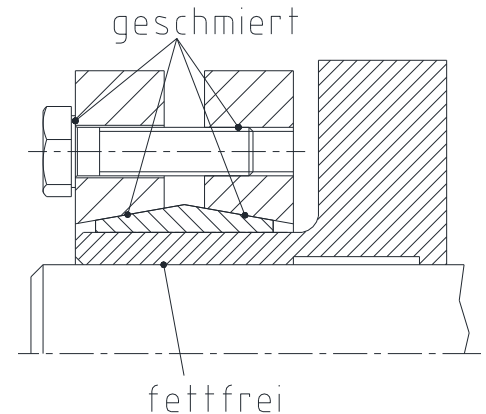

Bild 4: Reinigen/Fetten der Flächen
Verschmutzte oder gebrauchte Spannsätze sind vor dem Einbau zu demontieren und zu reinigen. Anschließend sind die Kegelflächen, die Gewinde und die Auflageflächen der Schraubköpfe mit Molykote MoS₂ zu fetten (siehe Bild 4). Zum Nachschmieren z. B. Mehrzweckfett Molykote G Rapid plus verwenden.
- Die Kontaktflächen von Nabe/Hohlwelle innen und Welle sind zu reinigen und zu entfetten (Bild 4).
Kontaktflächen von Welle und Nabenumbohrung (Hohlwelle innen) dürfen nicht gefettet oder geölt werden (siehe Bild 4).